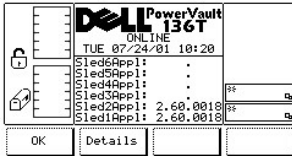

Abbildung 123. Dialogfeld "About" > "Details" (zweiter Bildschirm)
- 1 Wenn die Taste unter dem Softkey **Details** gedrückt wird, wird das nächste Dialogfeld angezeigt (siehe Abbildung 123).